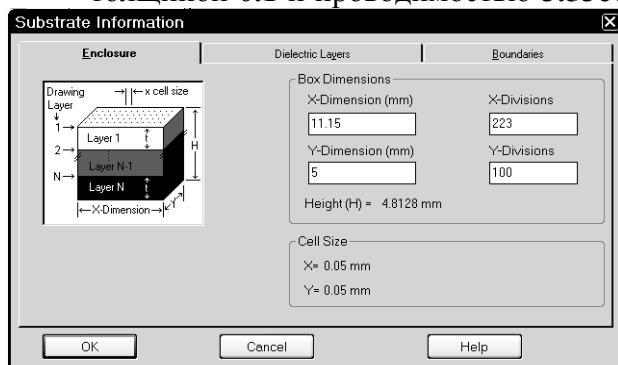

Рис. 1.31
8. На вкладке **Enclosure** (Корпус, рис. 1.31) в поле **X-Dimension(mm)** введите **11.15** (размер корпуса по оси X). В поле **X-Divisions** введите